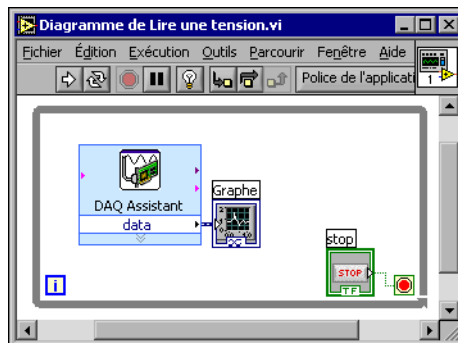

Figure 4-2. Diagramme du VI Lire une tension
8. Placez une boucle While autour du VI Express “DAQ Assistant” et de l’indicateur graphe câblé à la sortie **data**. Le diagramme devrait maintenant être semblable à la figure 4-2.